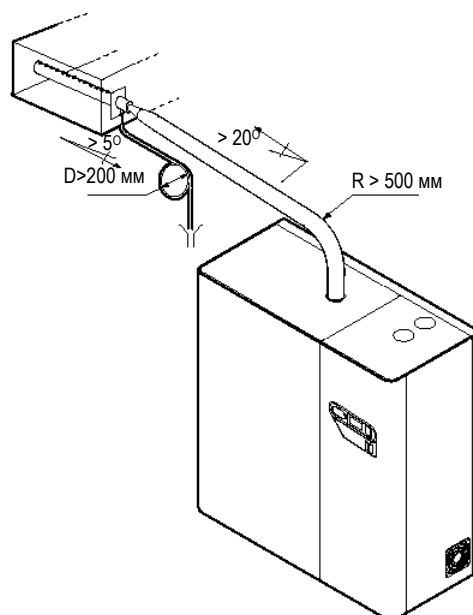

Рис. 4.3.3
2. Для коротких расстояний (менее 2 м) сгиб радиусом не менее 500 мм, далее подъем вверх под углом не менее  $20^\circ$  (см. Рис. 4.3.3).